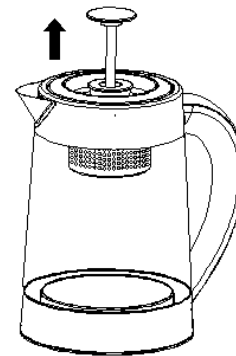

Abb. 8
2. Nach der Zugabe von Wasser, setzen Sie den Deckel richtig zurück; Heben Sie den Teebeutel (Abb. 8), nachdem Sie den Deckel daraufgesetzt haben und stellen Sie dann den Kocher auf die Basis; stecken Sie den Netzstecker in die entsprechende Steckdose, dann piept der Summer zweimal und alle Indikatoren sind für eine Sekunde an, so dass der Wasserkocher im Standby-Zustand ist, wenn keine andere Ausführungen gemacht werden.